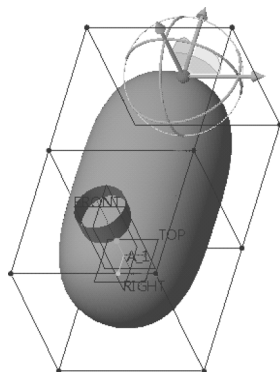

图 7-28 拉伸选定网格面
6) 选择背面的控制网格，右击图形窗口以打开圆形菜单，从圆形菜单中单击  (拉伸) 按钮以拉伸该面，此时拉伸选定网格面的参考结果如图 7-28 所示。